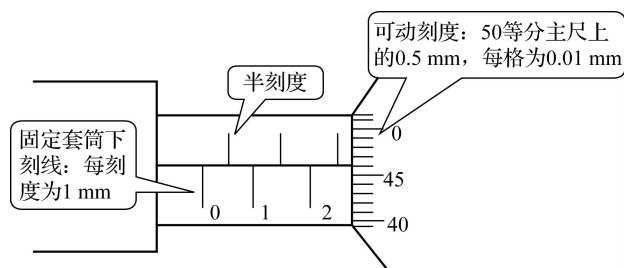

图 1-16 外径千分尺读数方法示意图
- (1) 以微分筒的端面为基准线,读出固定套筒上固定刻度的值。
- (2) 以固定套筒上的水平中线作为读数基准线,读出可动刻度的值。读数时应估读到最小刻度的  $1/10$ ,即 0.001 mm。
- (3) 如微分筒的端面与固定套筒的下刻线之间无上刻线,测量数值即为下刻线的数值加可动刻度的值。
(4) 如微分筒的端面与固定套筒下刻线之间有一条上刻线,测量结果应为下刻线的数值加上 0.5 mm,再加上可动刻度的值。如图 1-16 所示,读数为  $2 \text{ mm} + 0.5 \text{ mm} + 46 \times 0.01 \text{ mm} = 2.96 \text{ mm}$ 。